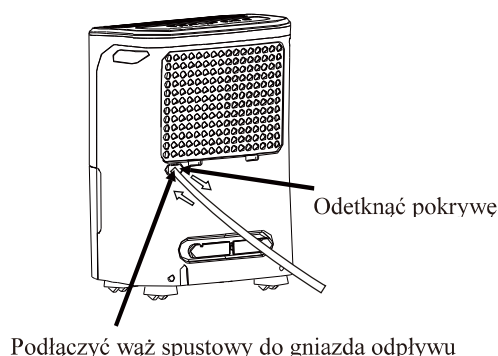

Fig.7
- Odetknąć pokrywę od wylotu węża odpływu wody. Podłączyć wąż spustowy (ID = 13,5 mm) i poprowadzić go do odpływu podłogowego lub odpowiedniego urządzenia odwadniającego (patrz Rys.7).